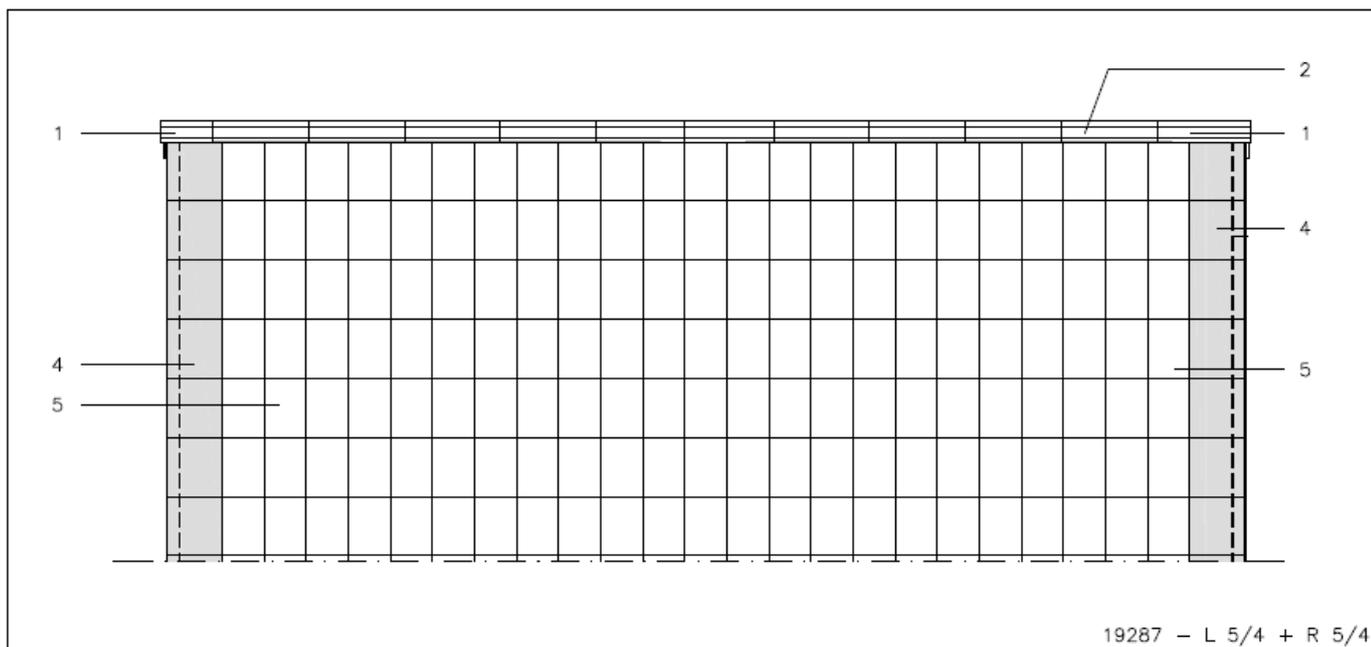
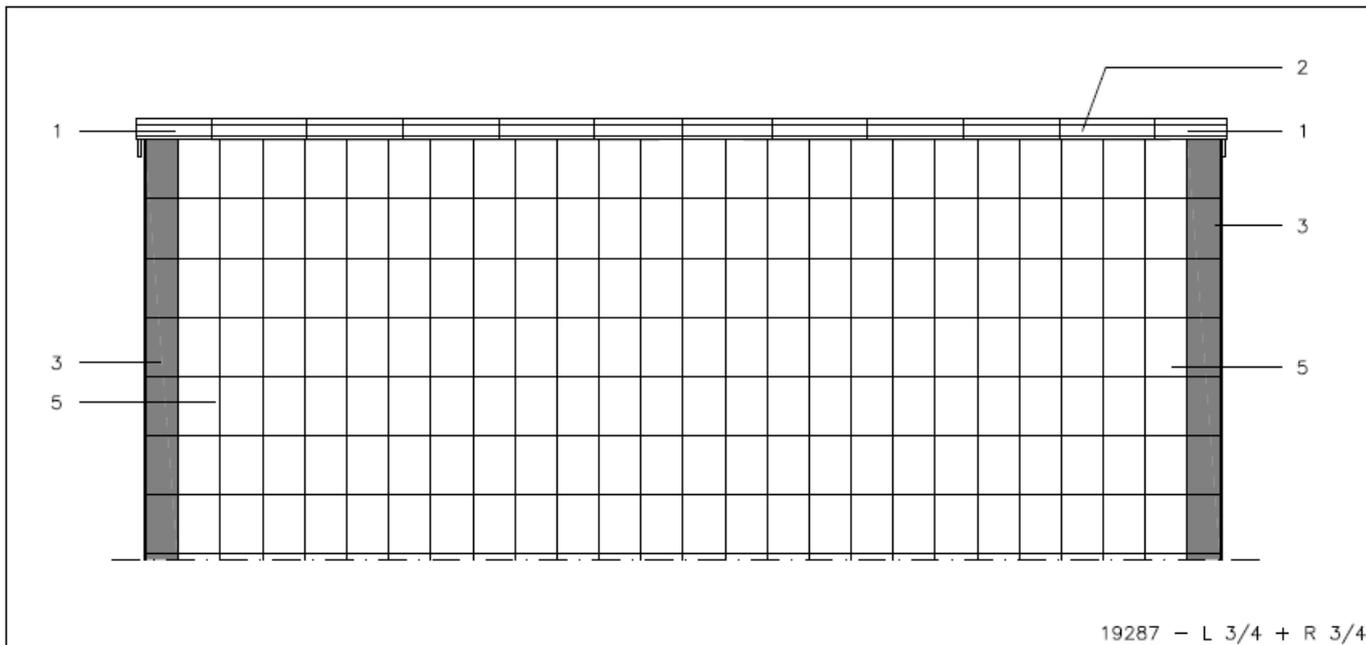

Fig. 5: Pose à joint droit avec des tuiles de rive 5/4
Fig. 6: Pose à joint droit avec des tuiles de rive 3/4
- Application du même type de tuile de rive gauche (3/4 ou 5/4) et de tuile de rive droite (3/4 ou 5/4) (Fig 5 en Fig 6)
Lors de la découpe des tuiles en béton pour arêtiers et noues, il faut maintenir au moins 1 talon par tuile afin d'accrocher celle-ci derrière le liteau. A cet effet, il faut insérer une tuile double (Fig. 6 et Fig. 7).